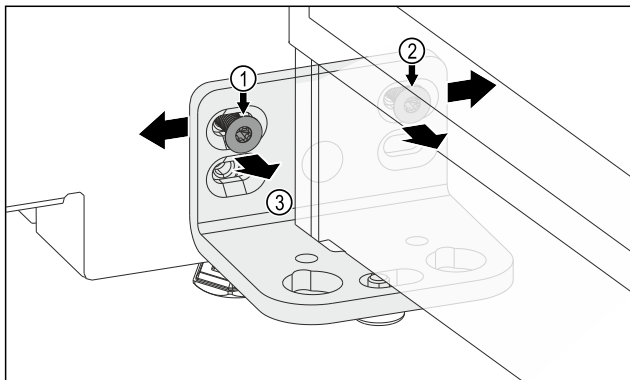

Fig. 12
- ▶ Otpustite vijak Fig. 12 (1) i vijak Fig. 12 (2). Za vijak Fig. 12 (2) potreban vam je kratki kutni odvijač.
- ▶ Pomaknite vrata s pomoću kutnika šarke Fig. 12 (3) nalijevo.
- ▶ Pomaknite vrata s pomoću kutnika šarke Fig. 12 (3) nadesno.
- ▶ Dosegnut je krajnji položaj vrata: Pritegnite vijak Fig. 12 (1) i vijak Fig. 12 (2).